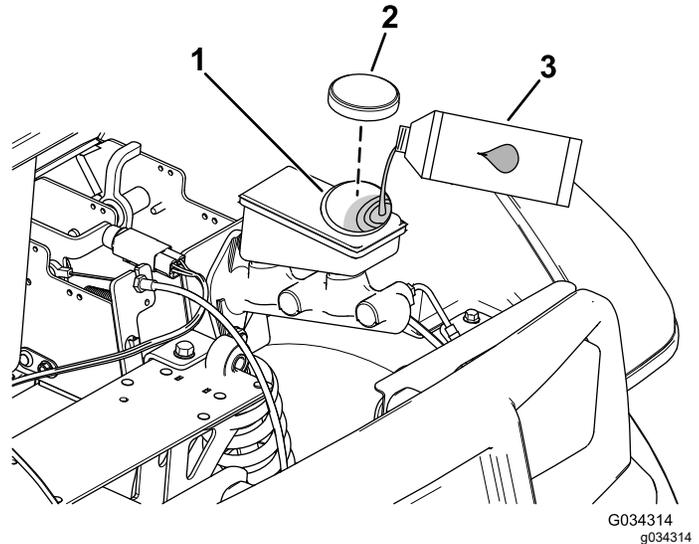

図 64
4. フードを持ち上げてブレーキのマスターシリンダとブレーキ液タンクにアクセスできるようにする 図 64。
- A. ウェスでタンクのキャップの周囲をきれいに拭いてキャップ外す 図 64。
- C. タンクにキャップを取り付ける 図 64。